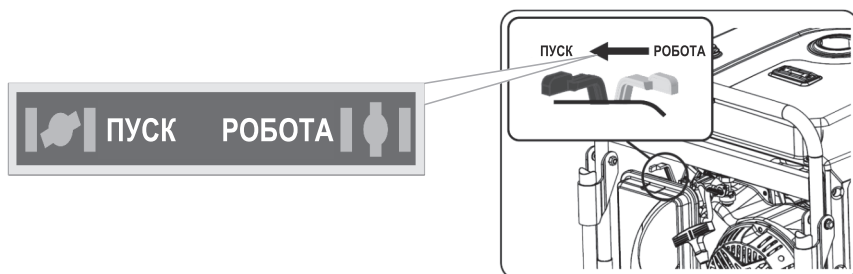

Рисунок 7. Схема роботи повітряної засувки карбюратора.
5. Після того, як двигун прогріється, поверніть важіль повітряної засувки до положення «РОБОТА» (див. рисунок 7). Регулювання положення повітряної засувки треба виконувати плавно, щоб не заглушити двигун збідненою паливною сумішшю.